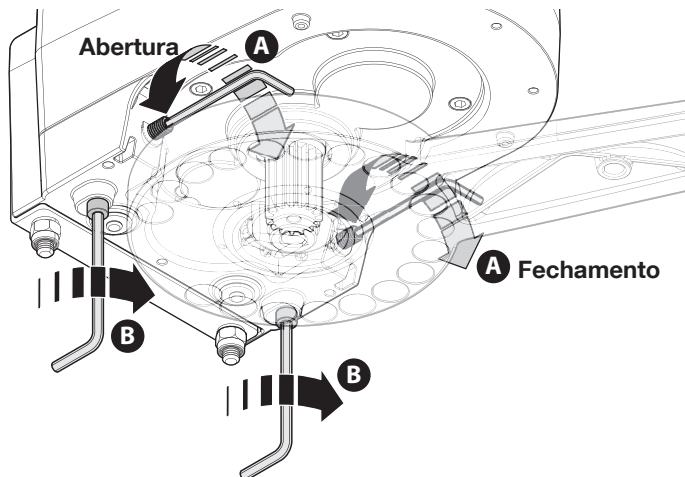

Fig. 18
07. Aparafusando ou desaparafusando os dois parafusos sem cabeça **(A)** situados no motor é possível regular os dois fim de curso; posteriormente através dos dois parafusos **(B)** bloquear os dois parafusos sem cabeça de regulação **(A)** **fig. 18**;